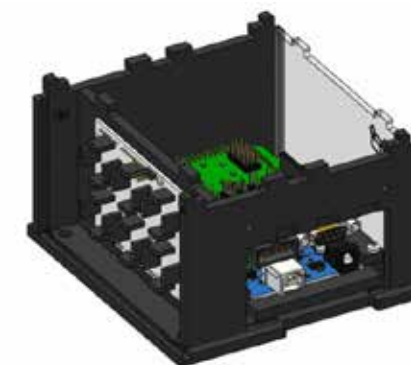

Рисунок 47. Установка прозрачной панели
10) Установить прозрачную панель на нижнее основание. Для этого панель провести по вертикальным направляющим в стенках до основания и защелкнуть (рисунок 47):